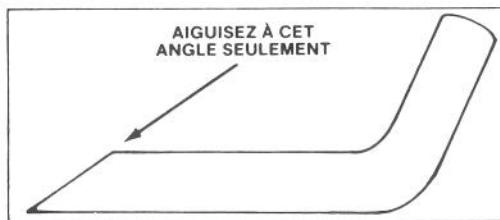

Figure 21
6. AIGUISAGE DE LA LAME – A l'aide d'une lime, aiguisez le tranchant aux deux extrémités de la lame (Fig. 21). La lame restera équilibrée si vous enlevez la même quantité de métal des deux extrémités de la lame.